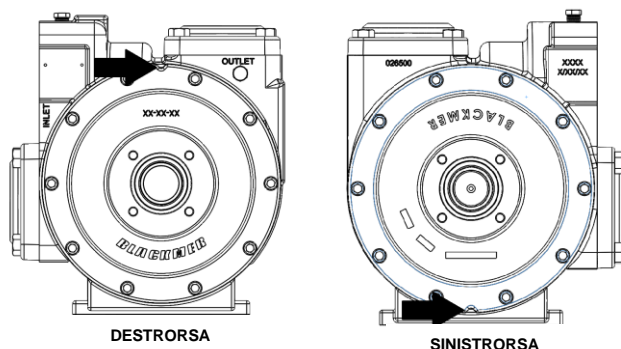

Figura 10 – Orientamento dell'esterno testata
3. Installare l'o-ring della testata (72) nella scanalatura dell'esterno testata (23). Utilizzare un grasso ad alta viscosità e chimicamente compatibile per mantenere l'o-ring all'interno della scanalatura. Collocare la testata dentro il cilindro (12) con la tacca di metallo orientata verso l'alto per le pompe destrorse, o verso il basso per le pompe sinistrorse. Vedere Figura 10.